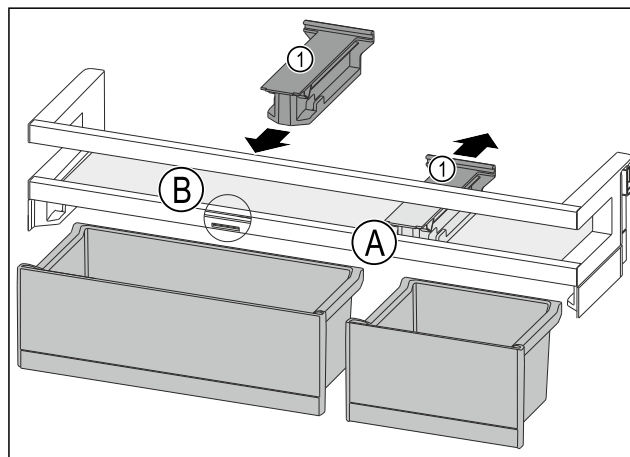

Fig. 116
- ▶ Tõmmake hoideosa Fig. 116 (1) positsioonis Fig. 116 (A) tahapoole maha.
- ▶ Pange hoideosa Fig. 116 (1) positsioonis Fig. 116 (B) sisse.